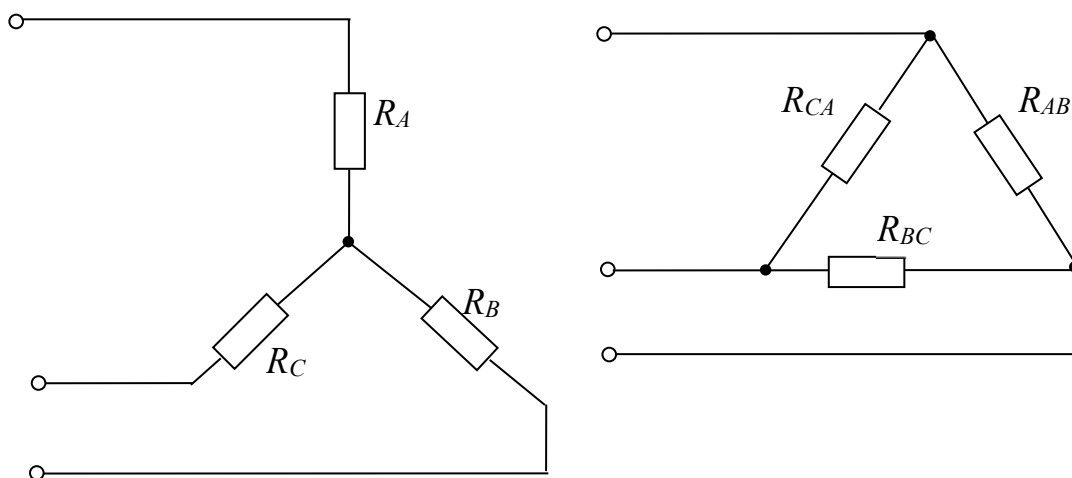

Рисунок 1.2 – Соединение резисторов звездой и треугольником
- преобразование треугольника резисторов в эквивалентную звезду и наоборот (рисунок 1.2).